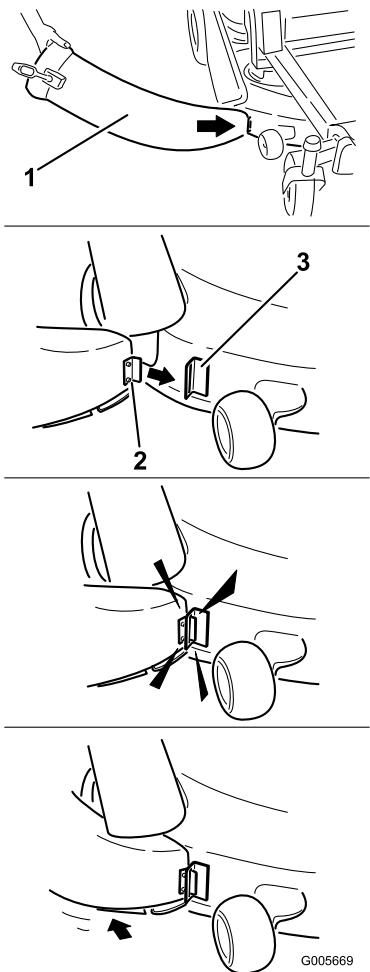

Figura 14
4. Introduzca la pestaña metálica del extremo delantero del conducto en la ranura del soporte que está soldado a la plataforma del cortacésped, justo por delante del orificio (Figura 14).
5. Gire el conducto hacia atrás y hacia la plataforma de modo que el conducto quede enrasado con la plataforma del cortacésped (Figura 14).